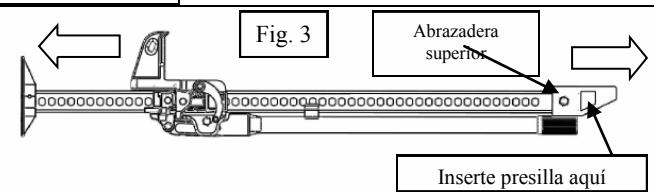

Fig. 3
- Afloje el perno de la abrazadera superior y gire la abrazadera de modo que quede alineado con el marco de barra de acero (ver Fig. 3). Vuelva a apretar el perno a 64 ft-lbs.